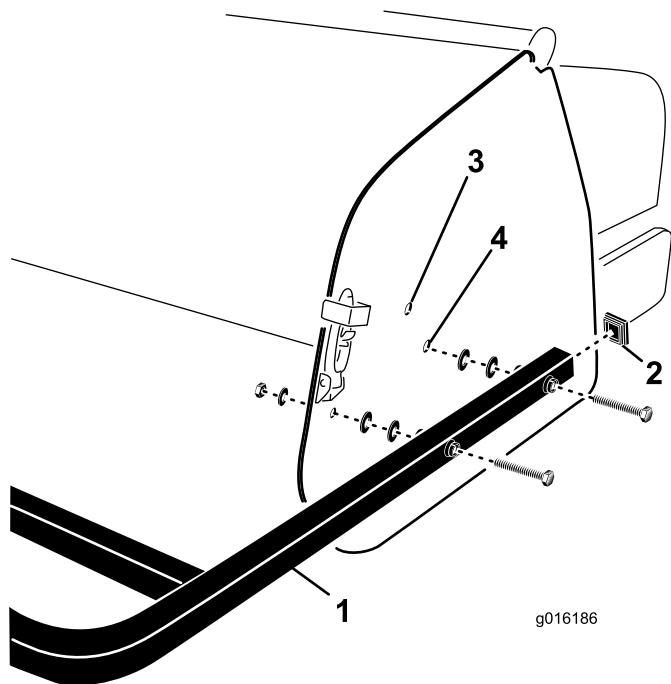

Рисунок 31
1. Вставьте торцевые крышки в торцы труб заднего ограждения (Рисунок 31).
2. Совместите отверстия в монтажных трубах заднего ограждения с отверстиями в боковых панелях аэратора (Рисунок 31).
3. Закрепите монтажные трубы ограждения на боковых панелях 4 винтами, плоскими шайбами и гайками (Рисунок 31).